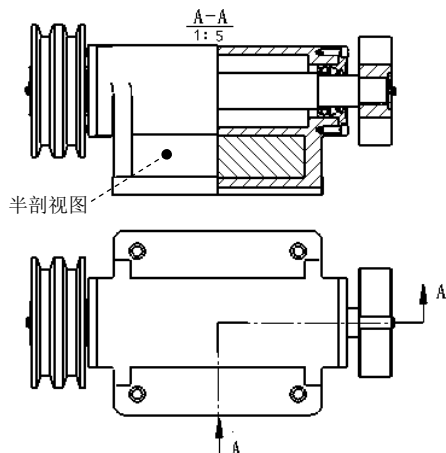

图 4.7.19 创建半剖视图
(4) 放置视图。在“剖面视图”对话框的 文本框中输入视图标号“A”，在父视图的上方放置剖视图，最后单击 按钮，结果如图 4.7.19 所示。